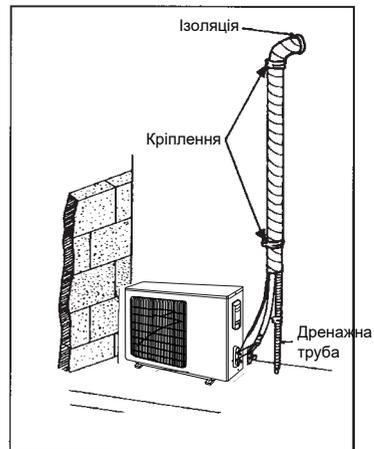

Рис.15
- Якщо зовнішній блок встановлено нижче, ніж внутрішній (див. рис. 15)
- (1). Дренажна труба повинна бути над землею і кінець труби не повинен бути занурений у воду. Всі труби повинні бути прикріплені до стіни кріпленнями.
- (2). Обклеювання труб необхідно здійснювати знизу вгору.
- (3). Всі труби скріплені між собою скотчем і прикріплені до стіни кріпленнями.